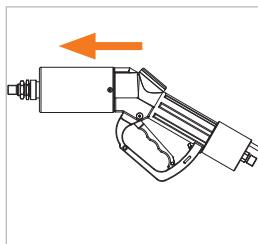

Abbildung 11
► Stecken Sie die Füllkupplung bis zum Anschlag auf den Tanknippel im Fahrzeug auf und halten Sie die Kupplung in dieser Position (OFF-Stellung) (Abbildung 11).